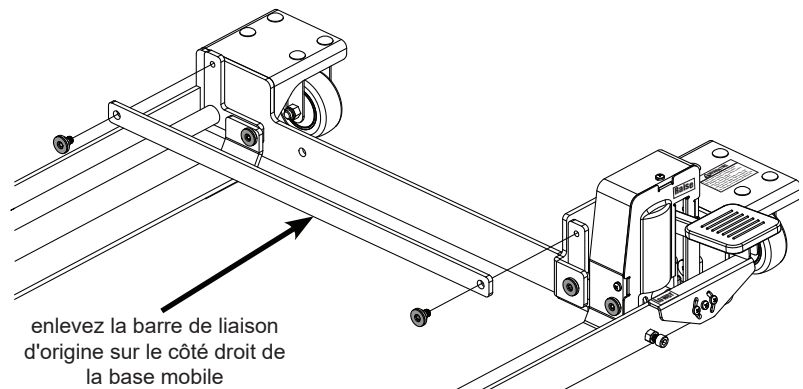

Fig. 2
2. Répétez l'étape précédente pour retirer la barre de liaison d'origine sur le côté droit de la base mobile (voir fig. 2).